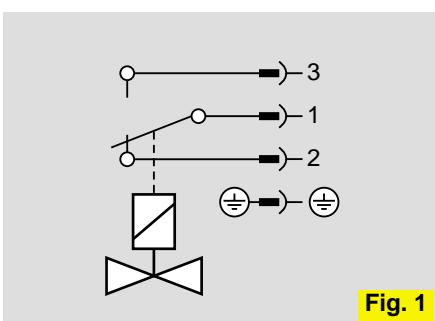

Fig. 1
- mit Meldeschalter (VS..S) Fig. 1
- mit Meldeschalter mit Goldkontakt (VS..G) Fig. 1
- with position indicator (VS..S) Fig. 1
- with position indicator with gold contact (VS..G) Fig. 1
- avec indicateur de position (VS..S) Fig. 1
- avec indicateur de position à contact doré (VS..G) Fig. 1